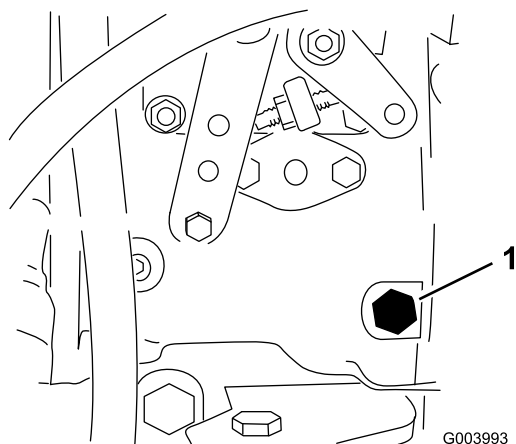

図 36
3. 燃料噴射ポンプ（図 36）についているエア抜きネジを、12 mmのレンチを使って開く。